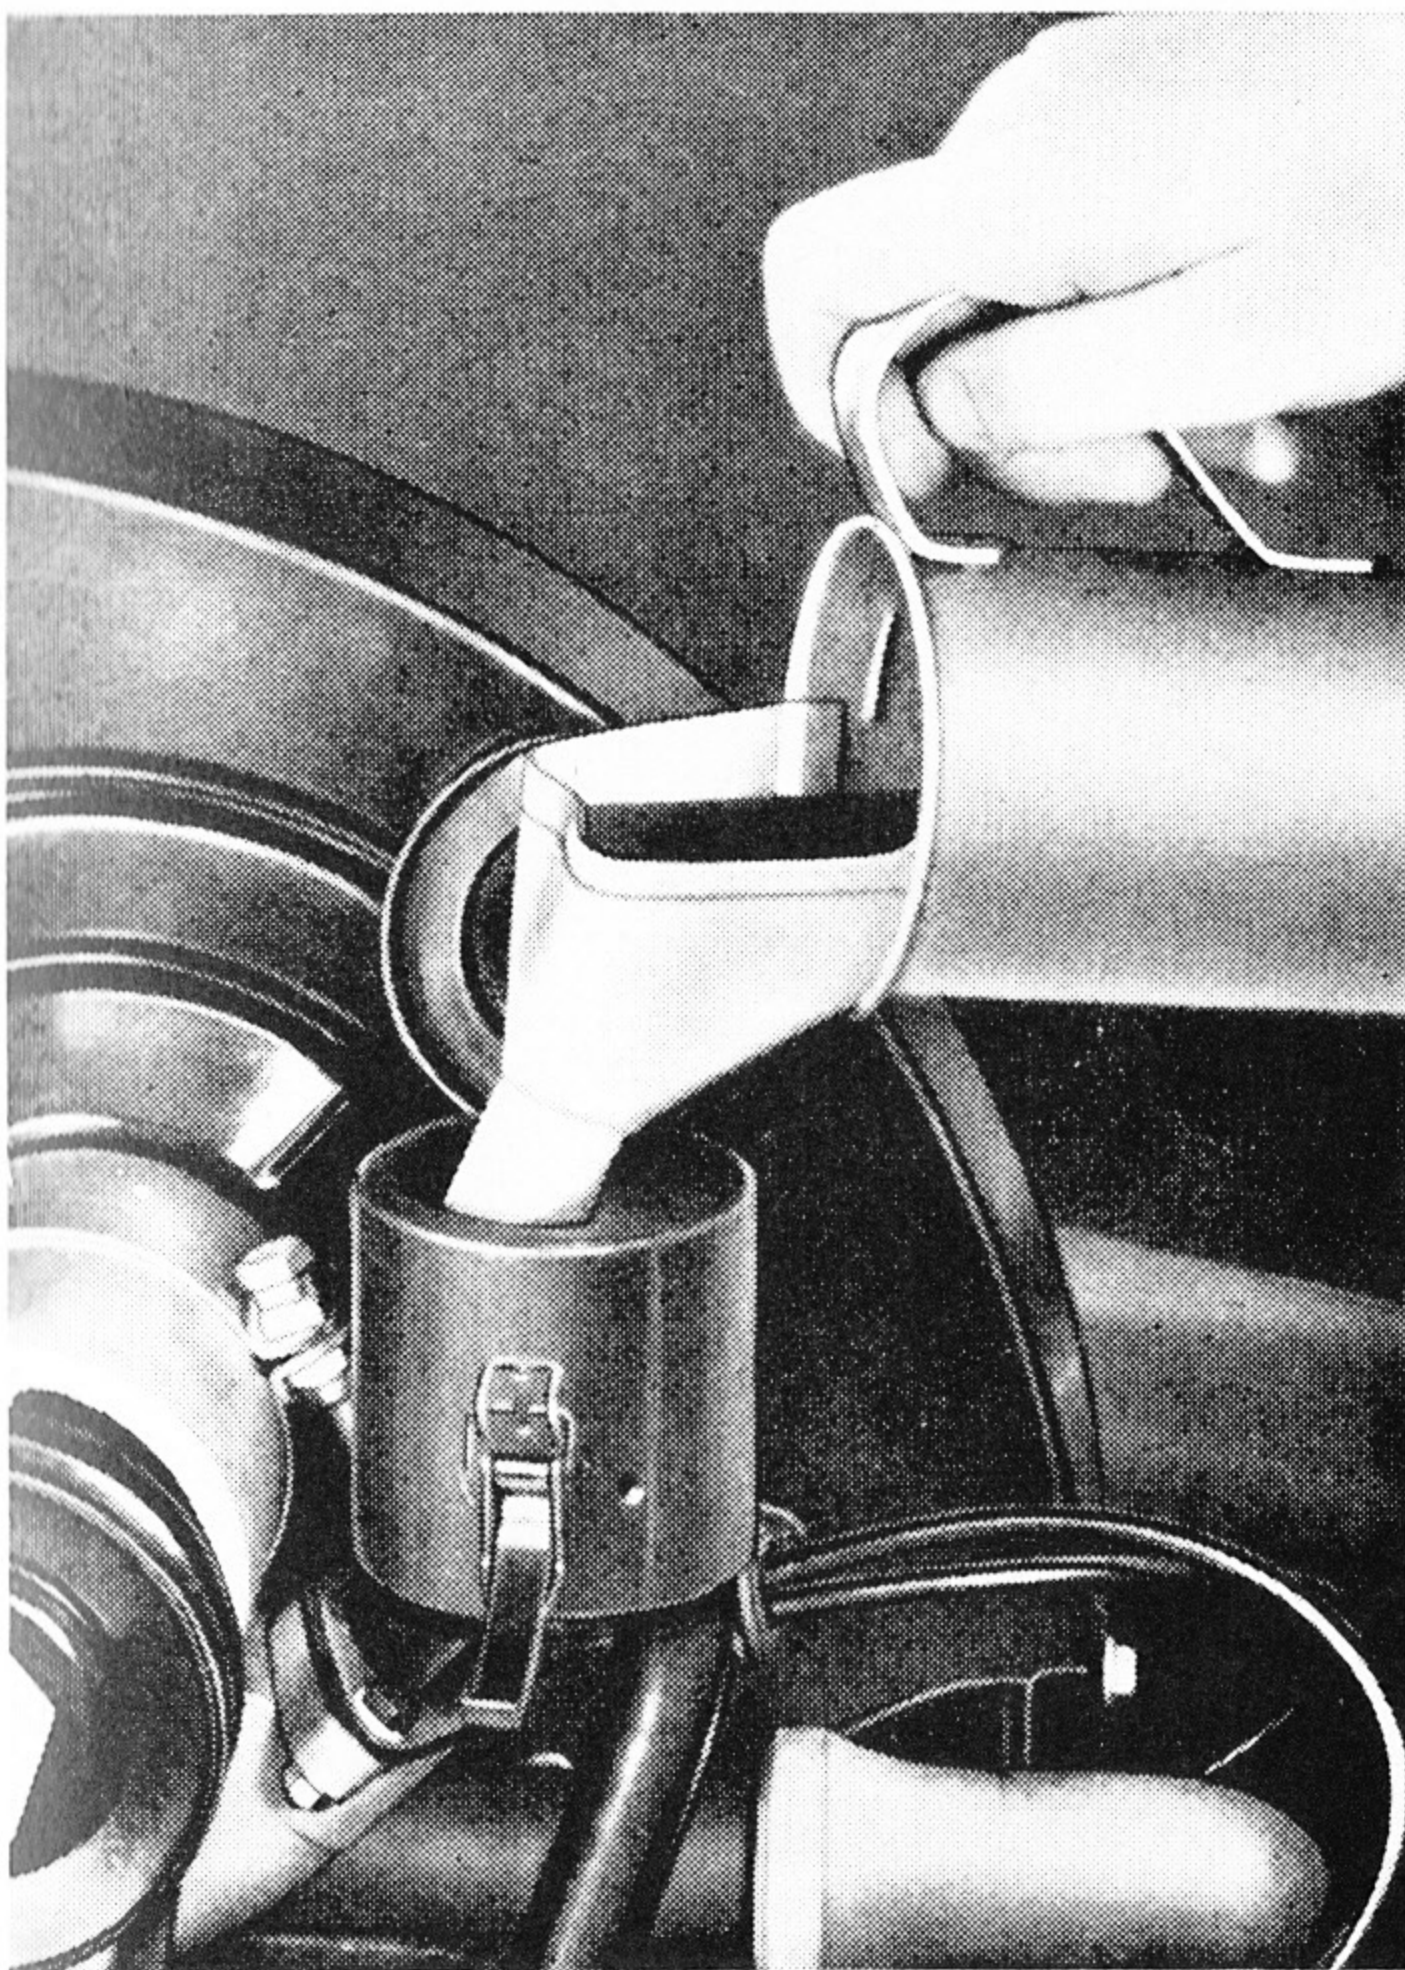

Bild 6
5. In den Öleinfüllstutzen frisches Marken-HD-Öl bis zur oberen Markierung am Ölmeßstab ca. 3–3½ Ltr. einfüllen (Abb. 6).